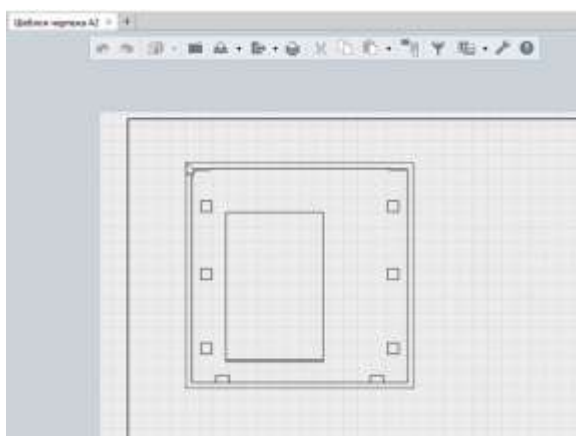

Рисунок 10.11 - Чертеж. Создание вида
11. Оформляем чертежи. Пора приступать к оформлению чертежей (рис. 10.11). В стандартном шаблоне есть несколько заготовок листов с форматами листов по ГОСТу. Откроем один из них. Для добавления какого-либо изделия на лист используем инструмент *Объект*. Важно, чтобы изделие было промаркировано, иначе оно не попадет в список объектов.